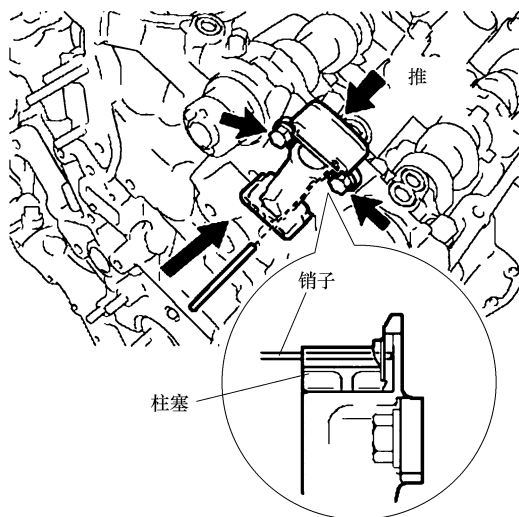
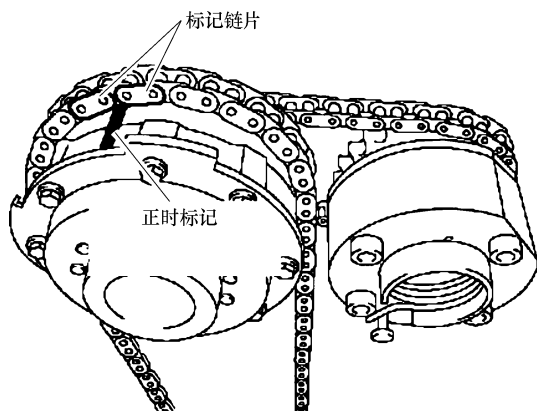

图 24-57 安装正时链条张紧器
图 24-58 对齐凸轮轴正时标记
④ 从正时链条张紧器上拆下六角扳手。
- ① 按照图 24-57 所示，安装正时链条张紧器并把 2 个螺栓紧固至 $10\text{N} \cdot \text{m}$ 。
- ② 向下推正时链条张紧器把一个直径为 1.0mm 的销子插入张紧器孔中使其固定。
① 按照图 24-58 所示，把 1 号正时链条上的橙色链片与凸轮轴正时齿轮上的正时标记对齐，然后把 1 号正时链条安装到凸轮轴正时齿轮上。